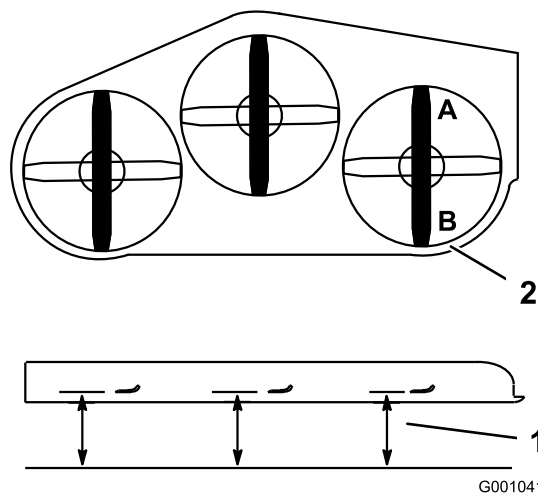

Figura 58
2. Coloque una cuchilla en posición longitudinal. Mida en las posiciones **A** y **B** desde una superficie nivelada hasta el filo de corte de los extremos de la cuchilla (Figura 58).
4. Coloque las cuchillas en posición longitudinal. Mida en las posiciones C y D (Figura 58) desde una superficie nivelada hasta el filo de corte de las cuchillas.